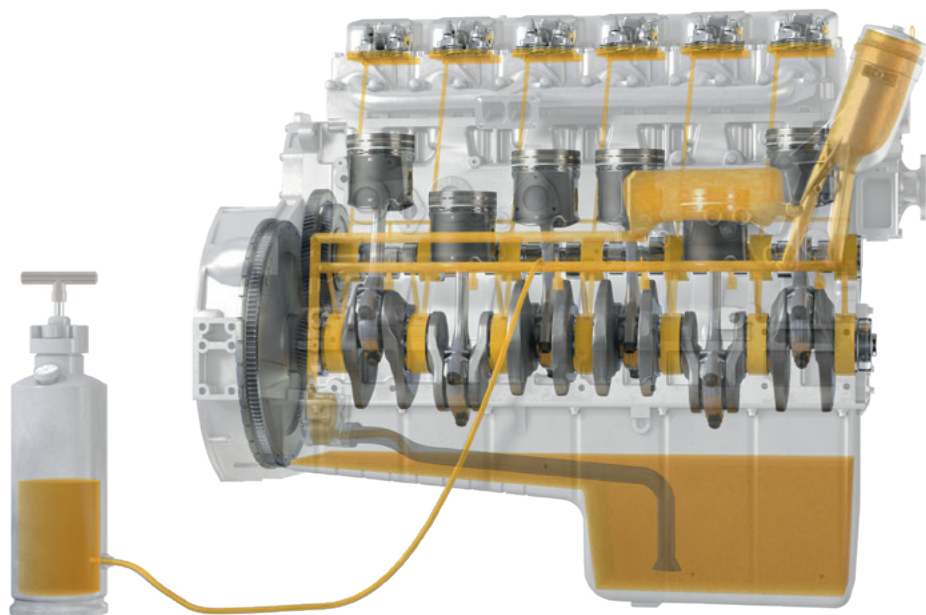

Fig. 1:
1. Con l'ausilio di un recipiente a pressione l'olio necessario per il motore viene pompato sull'impianto della pressione dell'olio nel motore mediante un raccordo filettato (Fig. 1 e 2). Come punti di collegamento sono idonei i tappi di